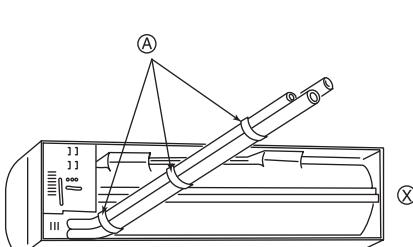

Fig. 3-4
- ① Introduzca un hilo en el orificio y átelo.
- ② El nivel se puede comprobar fácilmente si se cuelga una plomada de la cuerda y se alinea ésta a la marca.
- ① Tuberías trasera, derecha e inferior (Fig. 3-4)